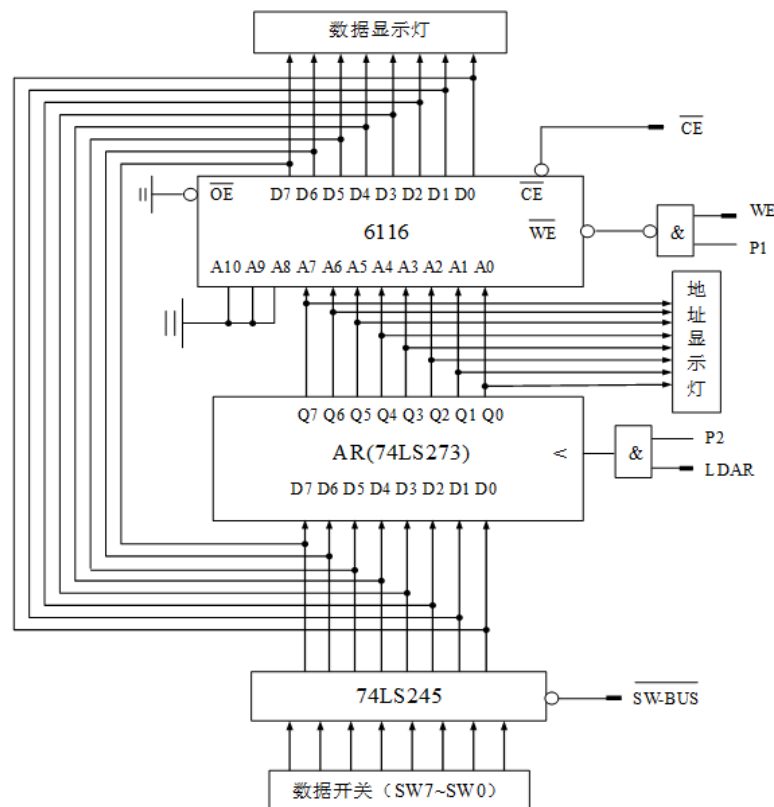
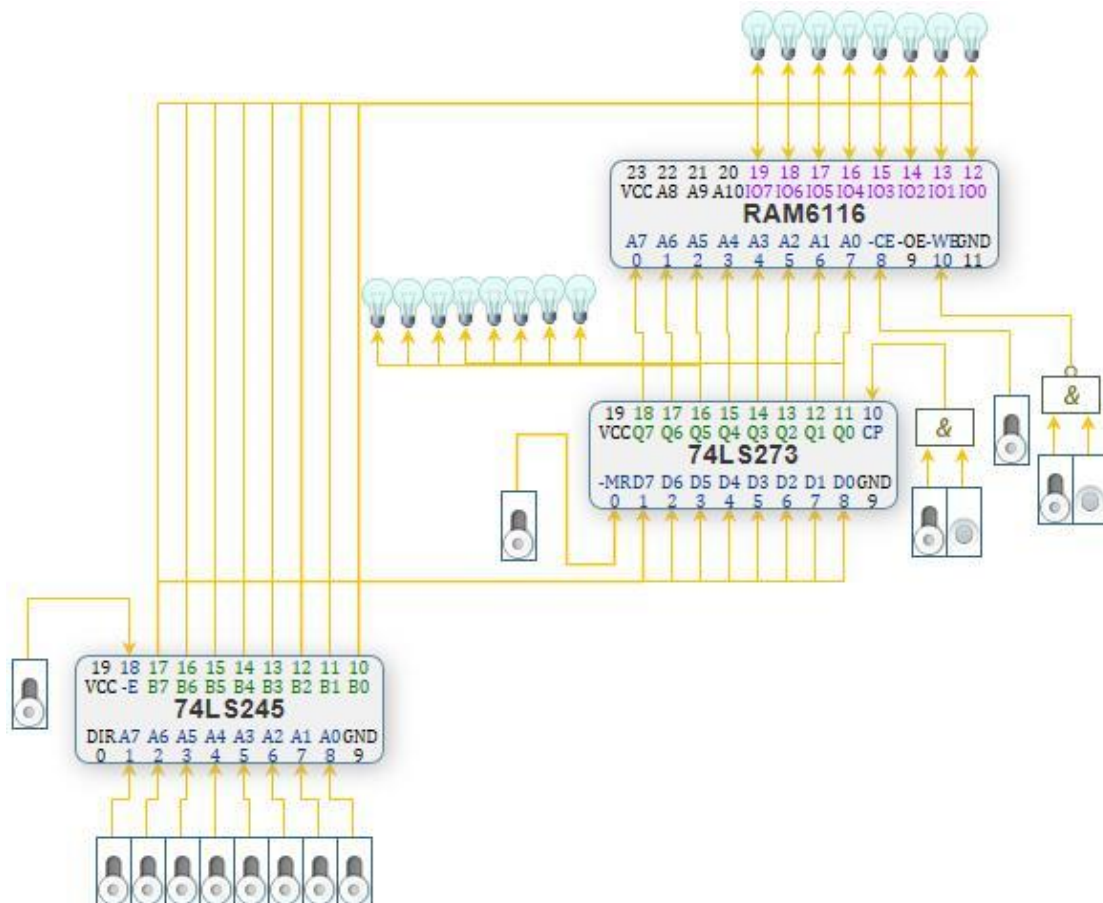

图 2.1 随机存储器实验电路
图 2.2 存储器虚拟实验电路
实验所用的半导体静态存储器电路如图 2.1 所示。数据开关(SW7-SW0)用于设置读写地址和欲写入存储器的数据，经三态门 74LS245 与总线相连，通过总线把地址发送至 AR，或把欲写入的数据发送至存储器芯片。静态存储器由一片 6116(2K×8)构成，但地址输入引脚 A8~A10 接地，因此实际存储容量为 256 字节，其余地址引脚 A0~A7 与 AR 相连，读和写的地址均由 AR 给出。6116 的数据引脚为输入、输出双向引脚，与总线相连，既可从总线输入欲写的数据，也可以通过总线输出数据到数据灯显示。共使用了两组显示灯，一组显示从存储器读出的数据，另一组显示存储单元的地址。
另外，图 2.1 中尾巴上带加粗标记的线条为控制信号线，其余为数据线。实验电路中涉及的控制信号如下：
1. 运行虚拟实验系统，从左边的实验设备列表选取所需组件拖到工作区中，按照图 2.1 所示组建实验电路，得到如图 2.2 所示的实验电路。注意：图 2.2 中没有使用总线，元器件通过两两之间连线实现彼此连接。当然，实验时也可以选用总线来连接器件。